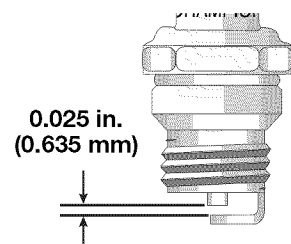

Fig. 43
3. Remplacez toute bougie fendillée, encrassée ou sale. Réglez l'écartement à **0,635 mm (0,025 po)** à l'aide d'une jauge d'épaisseur (Fig. 43).